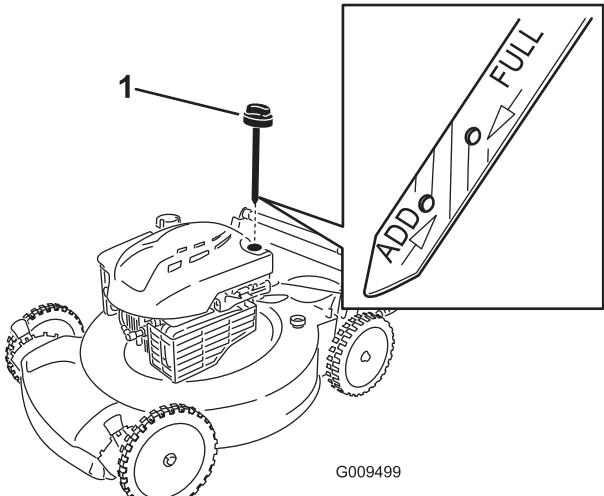

Figure 27
- Retirez la jauge (Figure 27).
- Observez le niveau d'huile indiqué par la jauge (Figure 27).